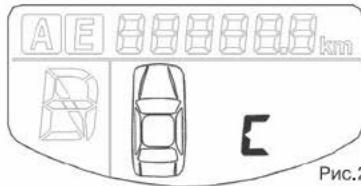

Рис.2
7. Длительное нажатие (около 6 секунд) на "SET" на аварийном выключателе давления в шинах переведет вас в изменение настроек положения колес. Теперь давление, температура и иконка каждого колеса на отображаются на LCD дисплее. LCD показывает "C", смотрите рисунок 2:
8. Меняя настройки колеса, после короткого нажатия клавиши "+" переднее колесо отобразится на дисплее и будет мигать. После короткого нажатия клавиши "+" можно выбрать следующее колесо по часовой стрелке. Нажмите кнопку "SET" для подтверждения замены одного колеса. Эта иконка перестанет мигать и нормально отобразится. Продолжайте нажимать "+" по часовой стрелке, чтобы выбрать следующее смененное колесо, нажмите кнопку "SET" для подтверждения выбранного колеса. Когда выберете положение второго колеса, длительное нажатие (около 6 секунд) на "SET" отменит настройки и вернется в исходное положение. Кратким нажатием на "SET" подтвердите изменения, а затем отобразится исходное положение колеса, смотрите рисунок 2.